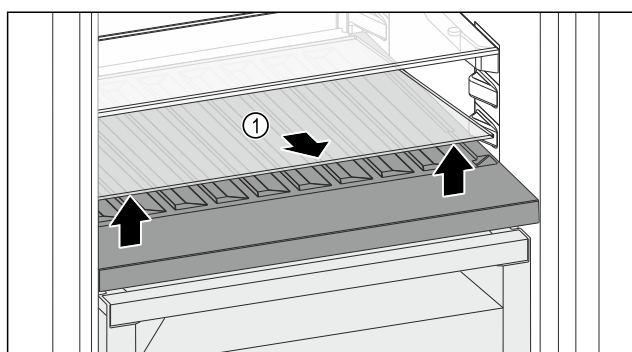

Fig. 149
- ▶ Skleněnou desku Fig. 149 (1) zvedněte za vybrání vpředu a vyjměte ji.
- ▶ Skleněnou desku Fig. 149 (1) uložte bezpečně mimo spotřebič.
- ▶ Skleněnou desku (2) vložte pod variabilní přihrádku na láhve.